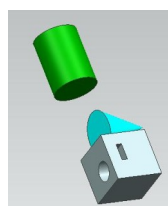

Рис.44
- Представьте себе, что на рис.44 вы хотите, чтобы оси цилиндрических граней зеленого цилиндра и отверстия в сером кубике совпали. Для этого вы вызовете соответствующее сопряжение сборки